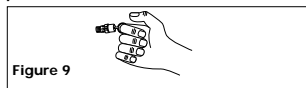

Figure 9
- Tirer l'anneau sur la soupape de sûreté et la laisser revenir à sa position normale (Voir Figure 9). Cette soupape laisse échapper l'air automatiquement si la pression dans le réservoir dépasse le maximum réglé d'avance.